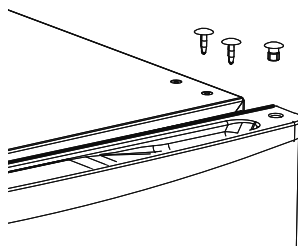

Fig. 7
- ▶ Riposizionare il copricerniera e il tappo cieco (vedere la **Fig. 7**).